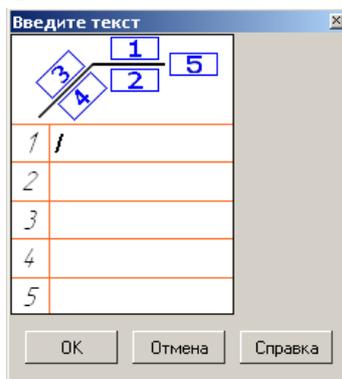

Рис. 21.15.
10.3. На закладке **Знак** щелкните в поле **Текст** и введите в появившемся диалоговом окне (рис. 21.15) надпись: **s2**. Нажмите **ОК**.